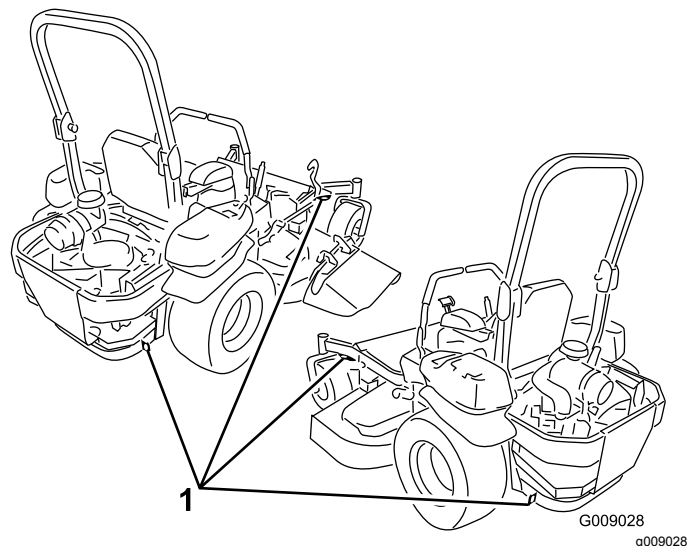

Figura 29
5. Utilice los puntos de amarre metálicos de la máquina para sujetar la máquina firmemente al remolque o al camión con correas, cadenas, cables o cuerdas (Figura 29).